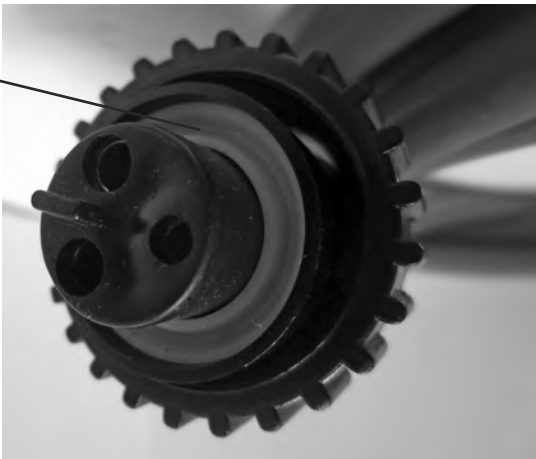

FIGURE S4
1) Assurez-vous que le joint d'étanchéité est correctement placé à l'intérieur de la fiche noire du câble long (40' ou 50' / 12.2m ou 15.2m) comme montré sur la Figure S4.